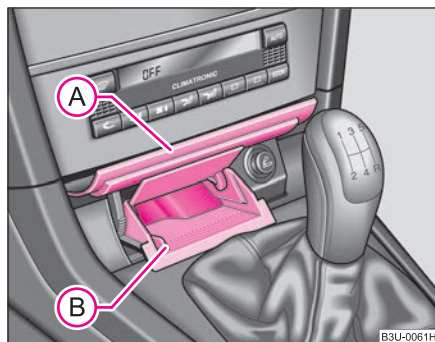

Fig. 88 Consola central: cenicero abierto
- Presione la parte inferior de la tapa del cenicero, vea la posición (A) ⇒ fig. 88.
- Debe asir el suplemento del cenicero (B) ⇒ fig. 88 por las cavidades laterales de agarre y estirar hasta sacarlo.